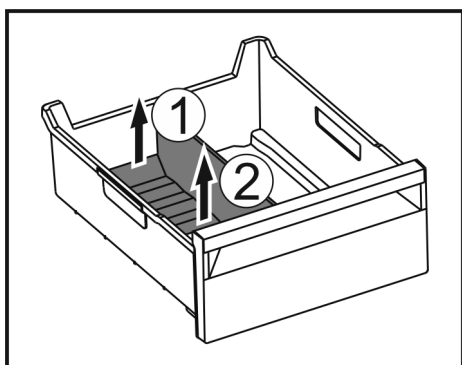

Fig. 225
- Hinteren Teil des Eisfach-Trenners anheben. Fig. 225 (1)
- Eisfach-Trenner nach oben entnehmen. Fig. 225 (2)